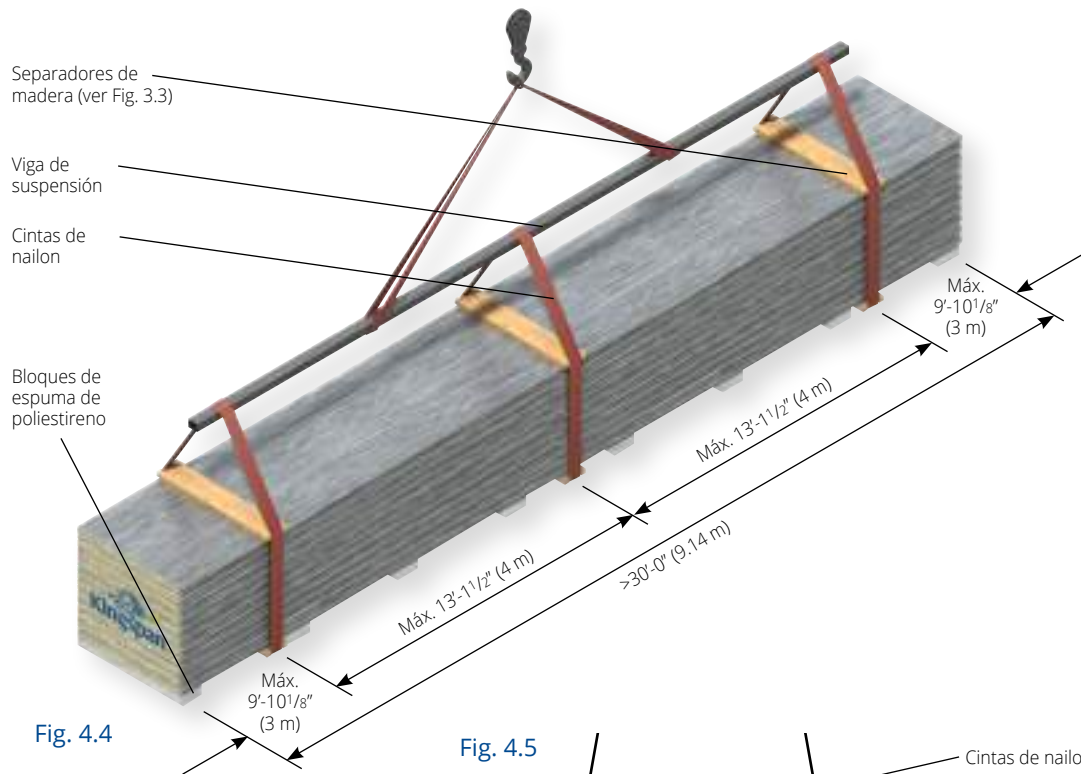
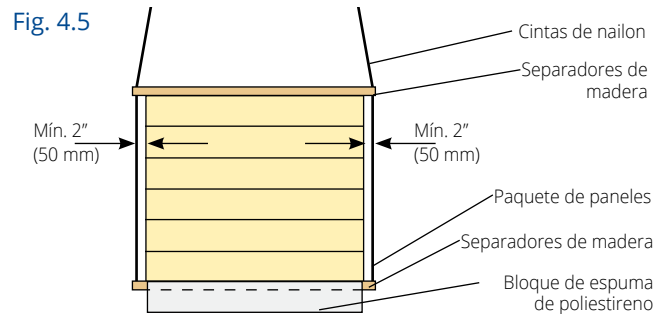

Fig. 4.4
Fig. 4.5
**4.2.3** Cuando se eleven paquetes de más de 30'-0" (9.14 m) con grúa, se necesitan tres puntos de soporte desde la viga de suspensión al paquete, como se muestra en la Fig. 4.4. Para evitar daños por las cintas de nailon, use separadores de madera en la parte superior e inferior en los puntos de izaje como se muestra en la Fig. 4.4 y Fig. 4.5.